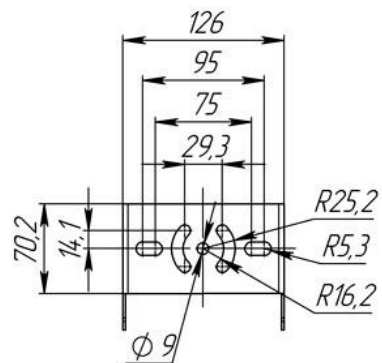

Рис. 5
6.7.4 Установить фиксаторы поворотные на светильник в пазы согласно выбранному типу установки скобы поворотной (Рис 5а, Рис. 5б) и затянуть болты М6 гайками М6 с помощью гаечного ключа на 10 мм. Установить заглушки для гайки М6 (4 шт.).
6.7.5 Просверлить отверстия под монтаж светильника с учетом карты отверстий крепления потолочного Рис. 5.